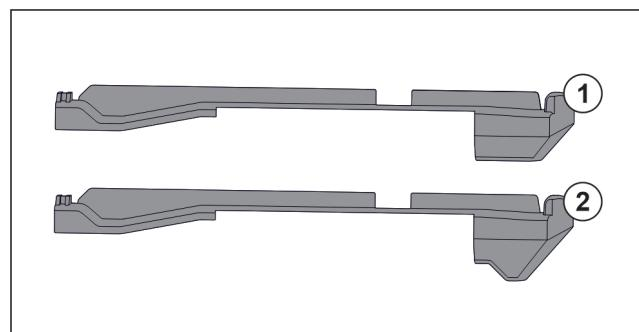

Fig. 84 Vergleich der Aufsteckteile
Im Gerät befinden sich zwei unterschiedliche Aufsteckteile. Das Aufsteckteil über dem untersten Schubfach Fig. 84 (2) hat eine dreieckige Kante. Alle anderen Aufsteckteile Fig. 84 (1) haben eine gerade Kante.
- Aufsteckteil Fig. 84 (2) mit der dreieckigen Kante über dem untersten Schubfach anbringen.
- Aufsteckteil Fig. 84 (1) mit der geraden Kante an allen anderen Stellen anbringen.